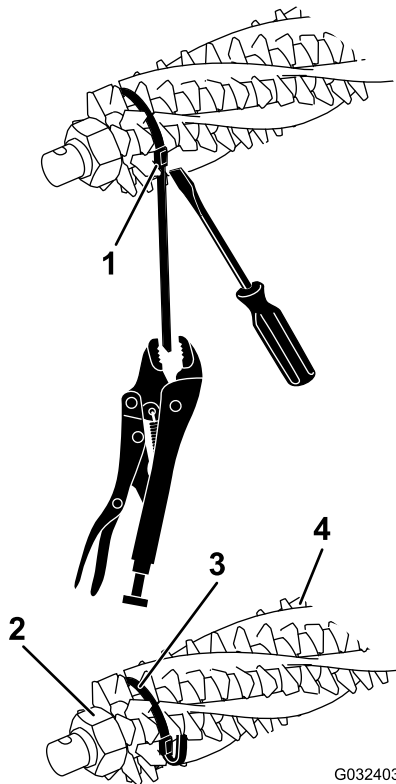
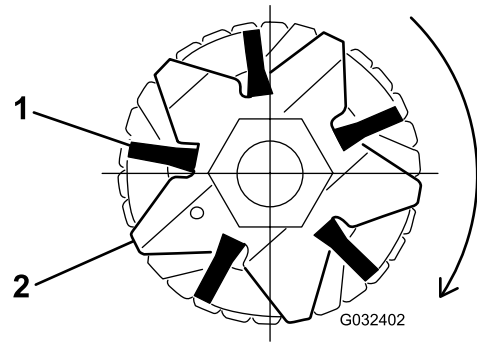

Figura 16
Figura 18
2. Afloje las tuercas de retención de cuchillas del groomer en ambos extremos del eje del groomer (Figura 16).
- Asegúrese de que los cepillos se asientan en las ranuras de las cuchillas del groomer (Figura 16 y Figura 18).
- Pase las cintas alrededor del eje del molinete y los cepillos, según se muestra en Figura 16, colocándolas en las hendiduras de los cepillos Figura 18.
Nota: Si los cepillos del Broomer no se asientan debidamente en las ranuras de las cuchillas, afloje las tuercas de retención de las cuchillas del groomer en cada extremo del eje del groomer, posicione los cepillos del broomer debidamente en las ranuras de las cuchillas y apriete las tuercas de retención de las cuchillas del groomer (Figura 16).
- Empujando un destornillador contra la hebilla de la cinta, agarre la cinta con alicates de mordaza y tense las cintas hasta que se bloqueen en las ranuras de los cepillos (Figura 16).